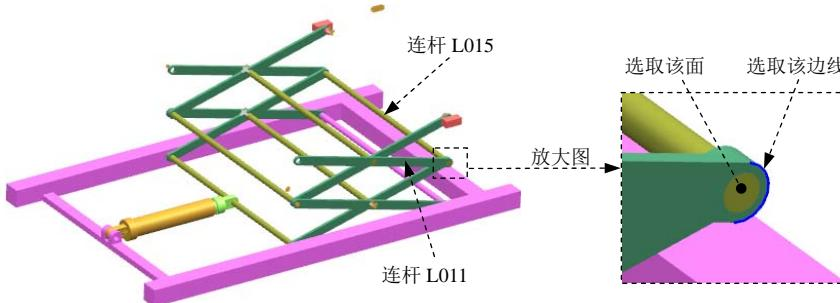

图 10.5.28 定义旋转副（十四）
(1) 选择连杆。选取图 10.5.28 所示的连杆 L011。
(2) 定义原点及矢量。在“运动副”对话框的指定原点下拉列表中选取“圆弧中心”选项，在模型中选取图 10.5.28 所示的圆弧为定位原点参照；选取图 10.5.28 所示的面作为矢量参考面。
(3) 添加啮合连杆。在“运动副”对话框的基本区域中选中 喷合连杆复选框，单击选择连杆 (0)，选取图 10.5.28 所示的连杆 L015。
(4) 定义啮合连杆原点及矢量。在“运动副”对话框基本区域的指定原点下拉列表中选取“圆弧中心”选项，在模型中选取图 10.5.28 所示的圆弧为定位原点参照；选取图 10.5.28 所示的面作为矢量参考面。
(5) 单击应用按钮，完成第二十个运动副的添加。